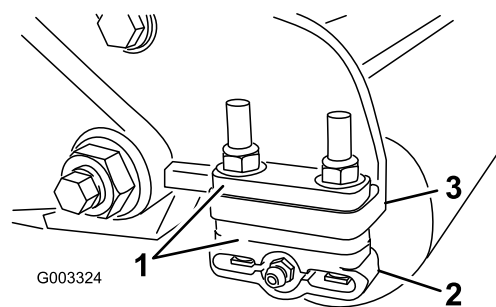

Figura 12
quantidade necessária de espaçadores por baixo da flange de montagem da placa lateral (Figura 12), de acordo com a secção Tabelas de altura de corte e de seleção de lâminas (página 13).
1. Ajuste os suportes do rolo traseiro (Figura 12) no limite de corte desejado posicionando a